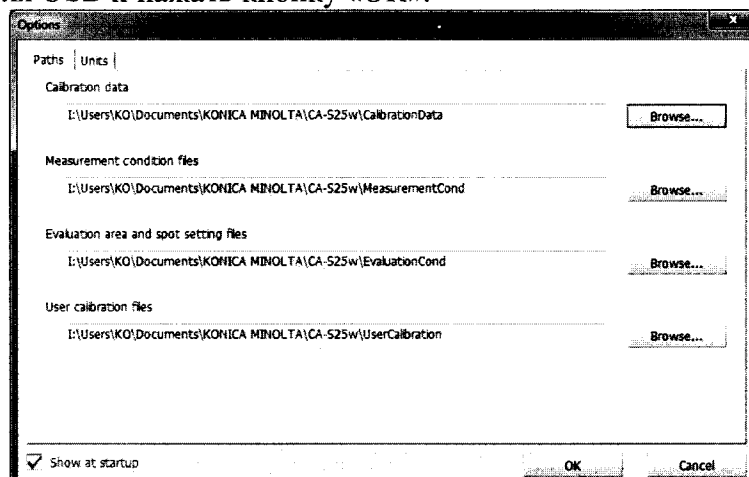

Рисунок 3
7.4.3 Убедиться, что выключатель электропитания находится в положении OFF (O). Подключить адаптер электропитания прибора к сети переменного тока. Перевести тумблер питания в положение ON (I). Включить компьютер и запустить программное обеспечение CA-S25w, появится диалоговое окно «Options» (рисунок 3). Подключить приборы к компьютеру, на который установлено программное обеспечение CA-S25w, с помощью интерфейсного кабеля USB и нажать кнопку «OK».